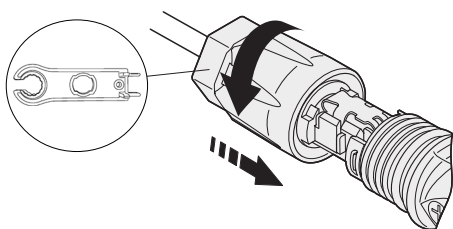

Fig. 33. Bloqueo del conector.
5. Empujar el conector de la batería hasta la unión roscada y usar una llave abierta para bloquear firmemente el conector con una torsión de 2 Nm., como se muestra en la Fig. 33.